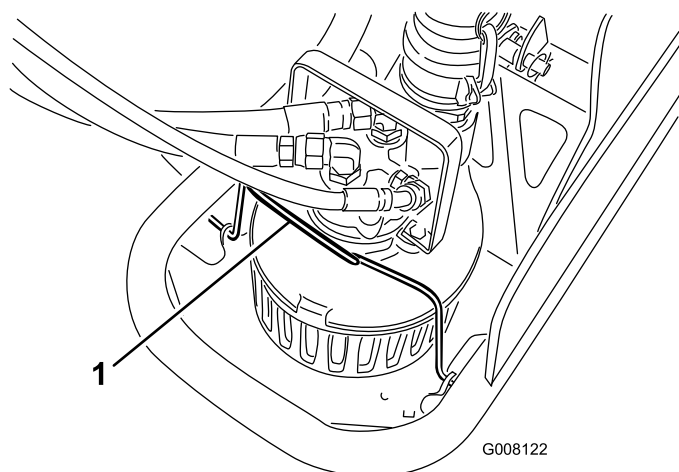

図 14
4. ポンプ・クランプを前に倒す (図 14)。
14. ポンプ・クランプを後ろへ倒す（図 14）。